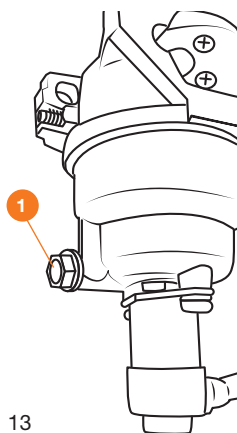

Рис. 13
2. Выверните винт (1) для слива топлива и слейте его остатки в подходящую емкость (Рис. 13).